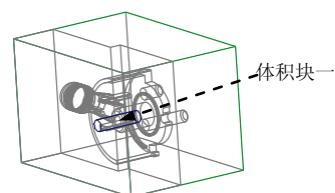

图 10.38 镶件体积块一
(5) 在“拉伸”选项卡中单击 **✓** 按钮，完成特征的创建。结果如图 10.38 所示。